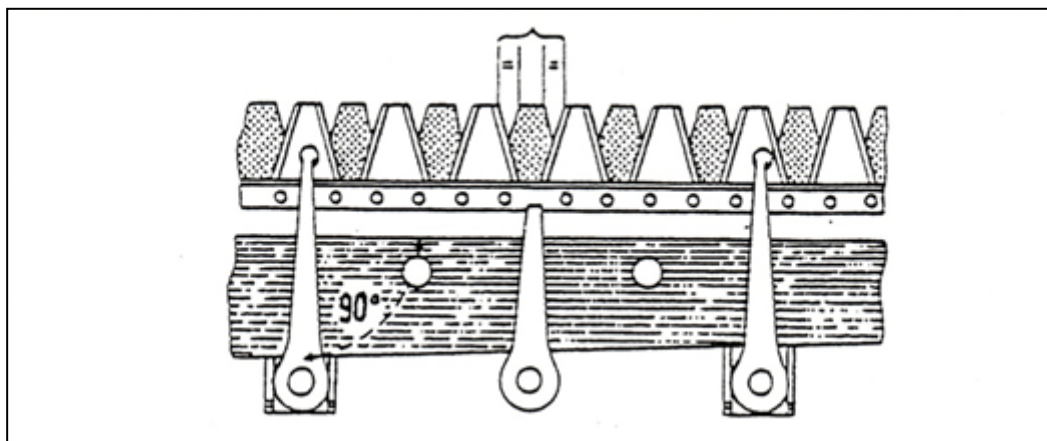

Bild 8.
- För skärknivarna till mittläge (bild 8) så att den övre styrcarmen bildar en vinkel på 90° i förhållande till balkens övre kant.